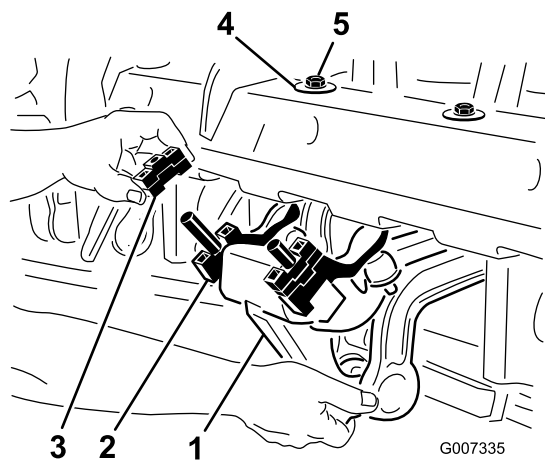

Рисунок 26
1. Отверните 2 контргайки (½ дюйма) крепления узла амортизатора Rotalink к нижней поверхности рамы аэраторного вала (Рисунок 26).
2. Опустите узел амортизатора, чтобы открыть доступ к проставкам (Рисунок 26).
4. Снова присоедините узел амортизатора к раме аэраторного вала. Убедитесь, что полушайба установлена на раму аэраторного вала, как показано на Рисунок 26. Затяните 2 контргайки.